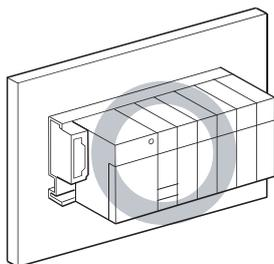

图 10.20 模块安装位置
- 按照下图 10.20 的方向安装可编程控制器, 以保证良好的通风, 利于热量散发。